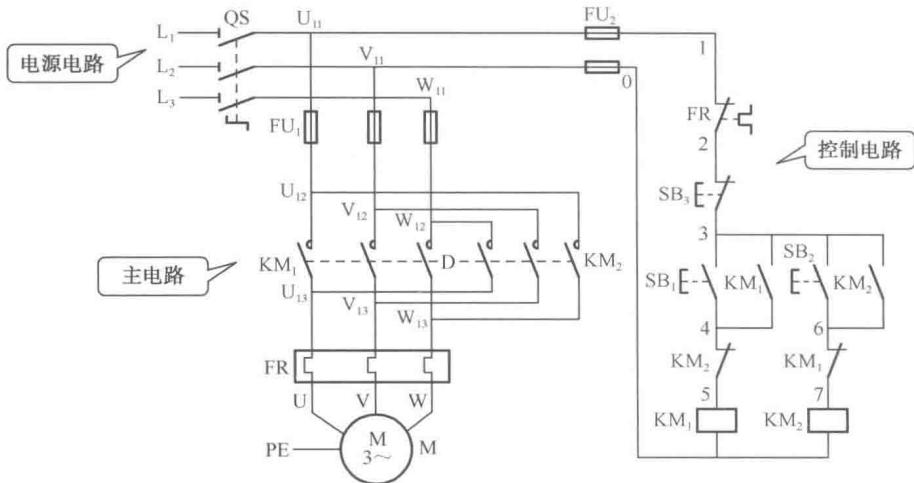

图 1-8 电动机控制电路举例
**师傅** 三相异步电动机控制电路一般由电源电路、主电路和控制电路（也称为辅助电路）三部分组成，如图 1-8 所示。